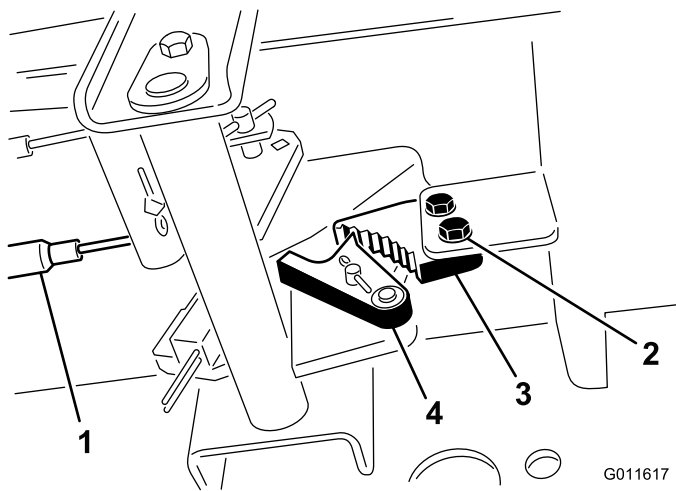

Bild 53
2. Drücken Sie das Pedal der Feststellbremse nach vorne, bis der Bremsauslöser ganz an der Bremssperre greift (Bild 53).